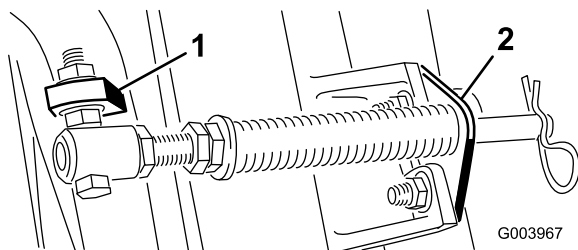

Figura 5
- C. Montate il bullone del tubo della molla sull'aletta opposta, sul telaio portante, e fissatelo con il dado flangiato. La testa del bullone deve essere posta sul lato esterno dell'aletta, come illustrato nella Figura 5.
- D. Montate la staffa dell'asta sulle alette degli elementi di taglio usando i bulloni a testa tonda e i dadi (Figura 5).